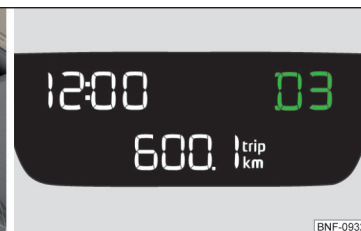

Fig. 126 Palanca selectora / Indicador de pantalla
- » Para **subir la marcha**, pulsar la palanca selectora hacia adelante **+** » fig. 126.
- » Para **bajar la marcha**, pulsar la palanca selectora hacia atrás **-** » fig. 126.
- » Presione hacia la izquierda la palanca selectora en posición de suspensión y ajuste la posición **M**. En la pantalla del cuadro de instrumentos se mostrará la posición de la palanca selectora aplicada » fig. 126.
- » Presione ligeramente la palanca selectora hacia adelante **+** o hacia atrás **-** » fig. 126.